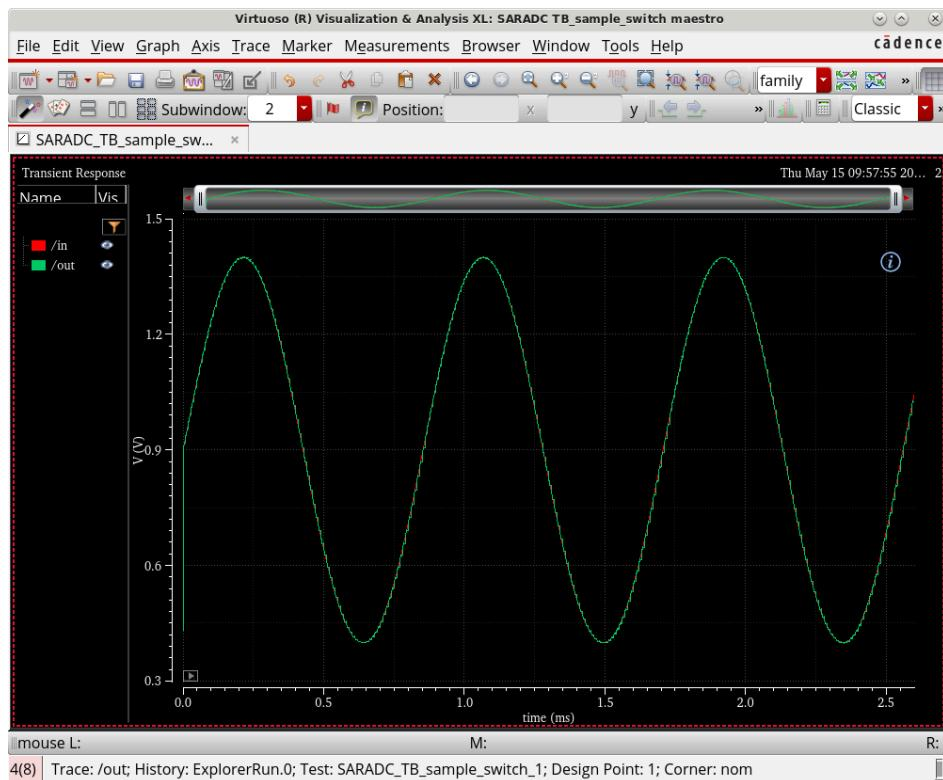

图 54 仿真结果窗口
2. 一段时间后仿真完成，此时如图 54 所示的仿真结果窗口将会弹出，内容为 out 节点的波形图。可以看到，采样开关在时钟信号的控制下，对输入信号进行了采样。鼠标右键长按，框选部分波形后松开，可以放大查看该部分波形，再按键盘上的 f 键可以恢复全览视图。